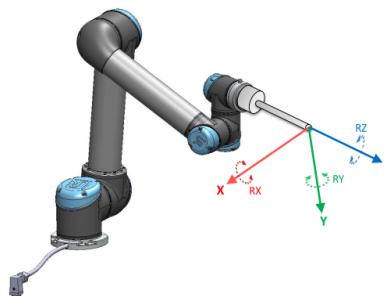

Figura 16.2: Recurso de Ferramenta (TCP)
- O Recurso Ferramenta está localizado com origem no centro do TCP atual (consultar a figura 16.2)